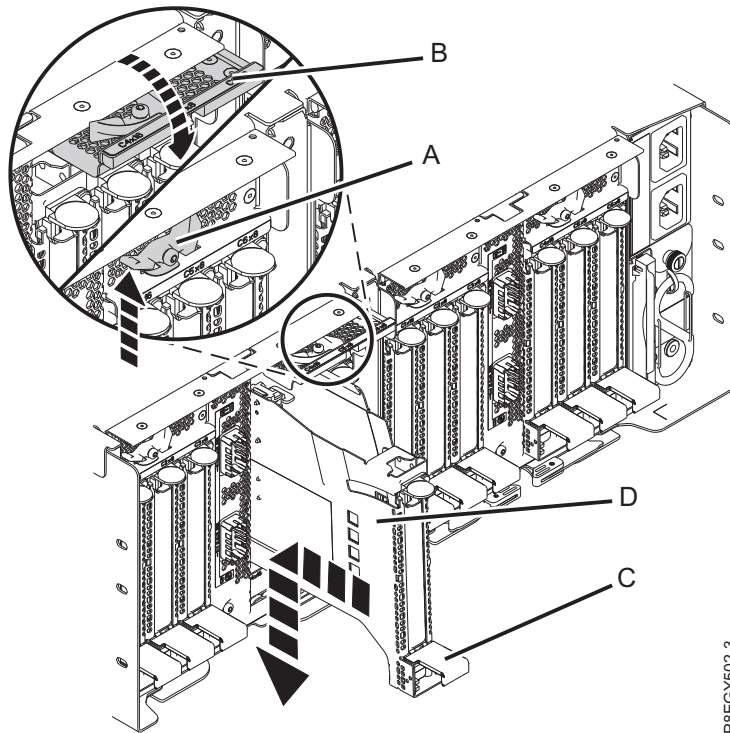

図 115. PCIe3 拡張ドロワー での空の PCIe アダプター・カセットの再取り付け
- b. アダプター・カセット (**D**) の上端を慎重につかみ、アダプター・カセットをスロットに位置合わせします。 114 ページの図 115を参照してください。
- d. PCIe アダプターカセット (**D**) がスロットに完全に挿入されたら、カセット・ハンドル (**C**) を下方に押して、アダプター・カセット (**D**) をそのコネクタにロックします。 114 ページの図 115を参照してください。
- e. 114 ページの図 115 に示すように、ラッチ・ドア (**B**) を下方に回転させ、閉じた位置になるまで押します。 ラッチ・レバー (**A**) が自動的に所定の位置にロックされます。